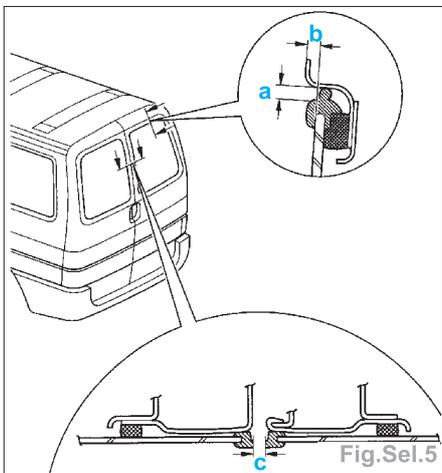

Fig.Sel.5
- Glace de porte AR (Fig.Sel.5) :